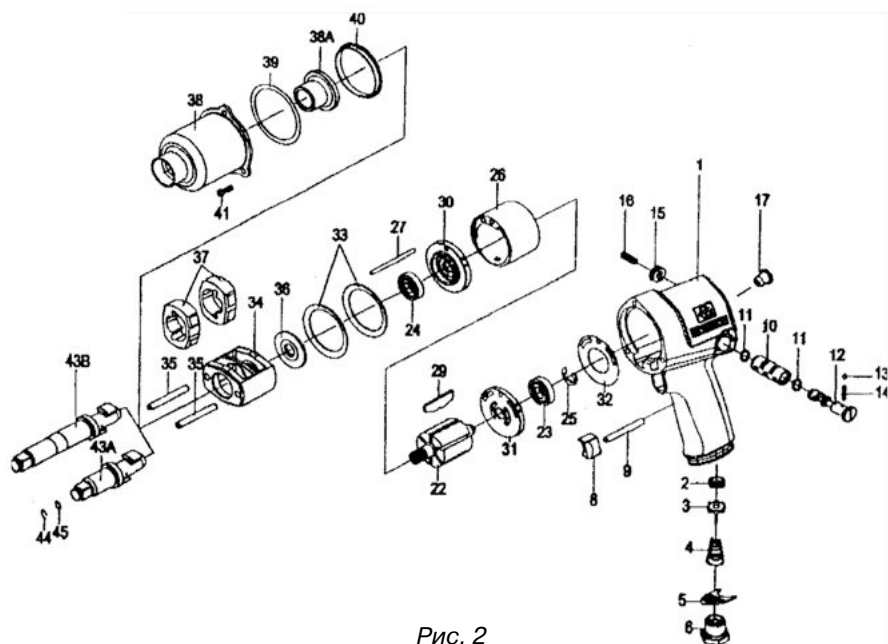

Рис. 2
2. Управление гайковёртом осуществляется с использованием курка (Рис. 2, п. 8), который находится под указательным пальцем. При нажатии на курок, сжатый воздух поступает в рабочую полость двигателя и вращает ротор. Следует учесть, что после того как Вы отпустите курок вращение механизма будет осуществляться ещё несколько секунд. В целях безопасности, кладите гайковёрт только после того как он полностью остановился.
4. Режимы «закручивание» (F) и «откручивание» (R) устанавливаются переключателем реверса.